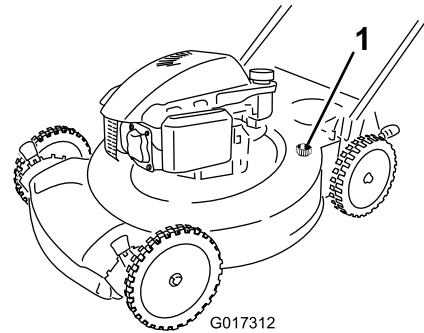

Figura 30
4. Conecte una manguera de jardín que esté conectada a un grifo al orificio de lavado de la máquina (Figura 30).